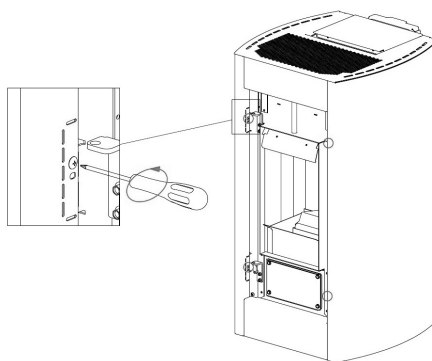
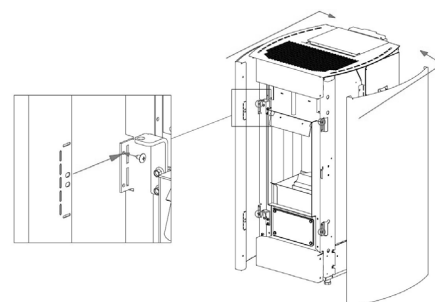

Fig. 57 - Remoção de parafusos
Fig. 58 - Remoção das laterais
- Desaparafusar os 4 parafusos dianteiros e remover as laterais (ver **Fig. 57 e Fig. 58**).